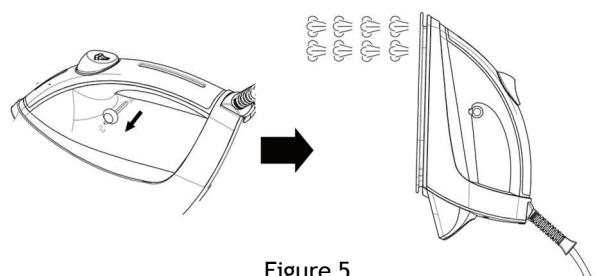

Figure 5
2. Ustawienie wzmocnienia pary: Para zostaje skoncentrowana w przedniej części stopy żelazka zwiększaając ciśnienie pary dla usunięcia opornych zagnieceń (rysunek 5).